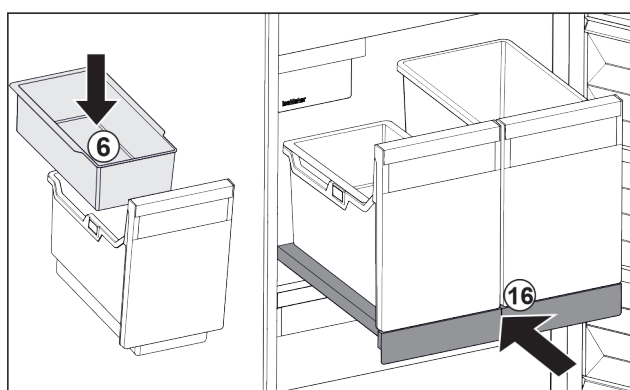

Fig. 146
- Vendosni taslin me varje Fig. 146 (6) për kubat e akullit.
- Shtyni brenda raftin me tërheqje me kutinë (IceTower). Fig. 146 (16)